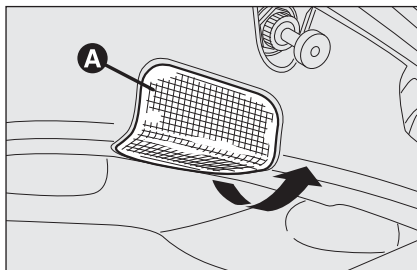

fig. 44
- ❑ estrarre la plafoniera **A-fig. 44** agendo nel senso indicato dalla freccia;